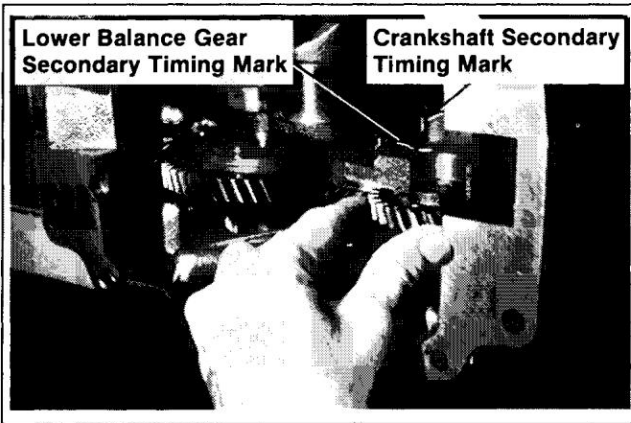

Figure 12-29. Alignement du pignon d'équilibrage inférieur et du vilebrequin.
4. Installez l'entretoise de 3/8" et une (1) entretoise de cale de 0,010" sur le bout d'arbre du pignon d'équilibrage inférieur.
5. Positionnez le vilebrequin de manière à ce qu'il soit à environ 15° au-delà point mort bas (BDC). Alignez le repère de calage secondaire sur le balancier inférieur avec le repère de calage secondaire sur le vilebrequin. Reportez-vous à la Figure 12-29.